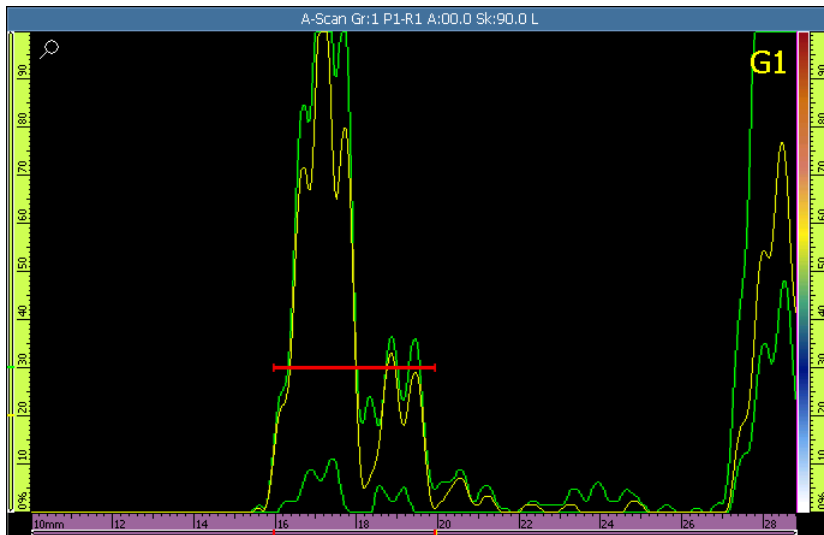

Рис. 5-6 Построение огибающей для калибровки задержки в призме
- a) Осторожно подвигайте преобразователь вперед-назад на калибровочном образце, над отражателем, для построения плавной огибающей сигнала (см. Рис. 5-6 на стр. 124).